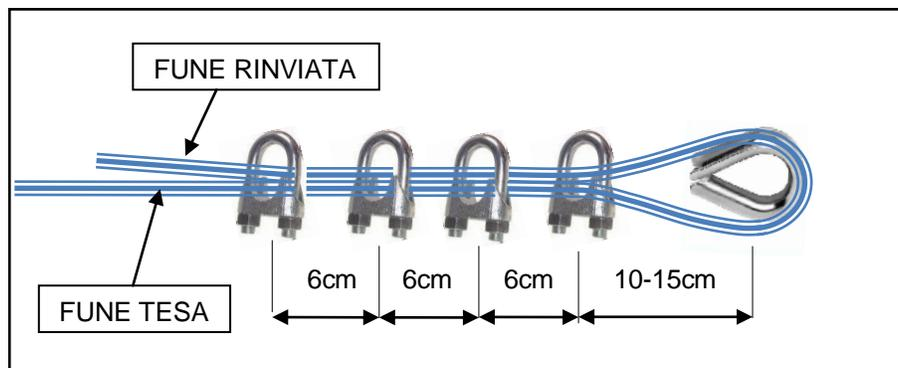

Figura 4
- iii. tirare bene la fune a mano e fermarla con 4 morsetti CAV10 come in (Figura 4)
**Attenzione:** (Figura 4).